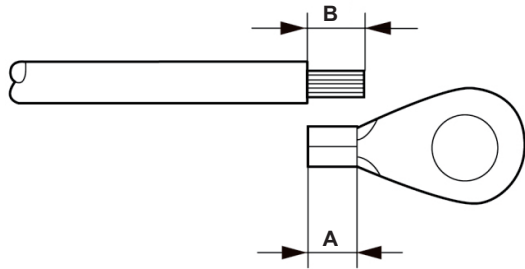

Figura 5.7 Comprimento adequado
3. Decape o isolamento do cabo terra até o comprimento adequado (consulte a Figura 5.7).